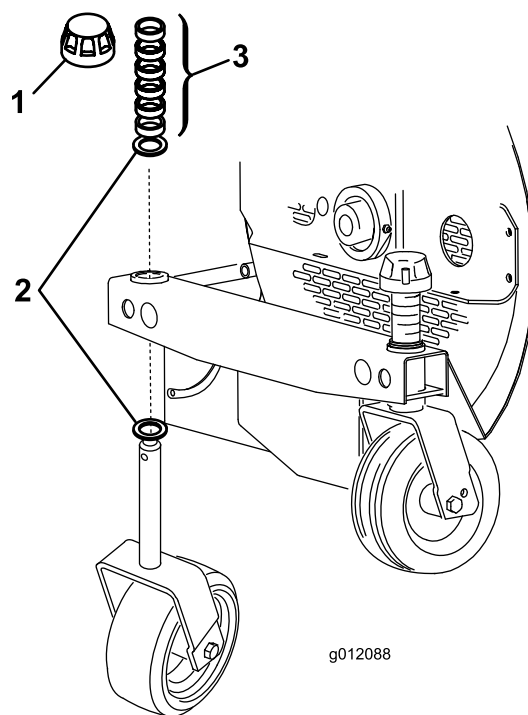

Figura 4
1. Retire los casquillos tensores del eje y deslice el eje fuera de la rueda giratoria, los espaciadores y las arandelas de empuje (Figura 4)
2. Deslice los espaciadores en el eje para obtener la altura deseada. Deslice una arandela de empuje en el eje y empuje el eje a través del bastidor. Instale otra arandela de empuje y los espaciadores restantes en el eje e instale el casquillo tensor para fijar el montaje (Figura 4).